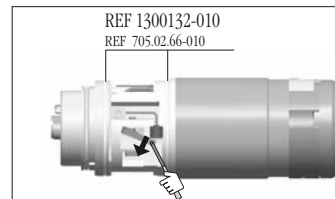

fig. 6
- Changer les o-rings REF 1300132-010/705.02.66-010, **fig. 6**.